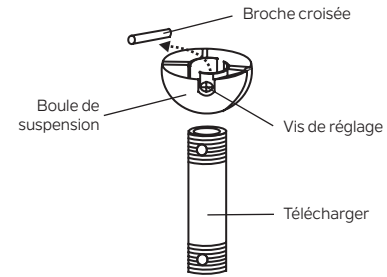

Fig. 7
**Étape 5.** Retirez la boule de suspension de l'assemblage de la tige descendante en desserrant les vis de réglage, en dévissant et retirant la goupille transversale et en dévissant la boule hors de la tige. (Fig. 7)